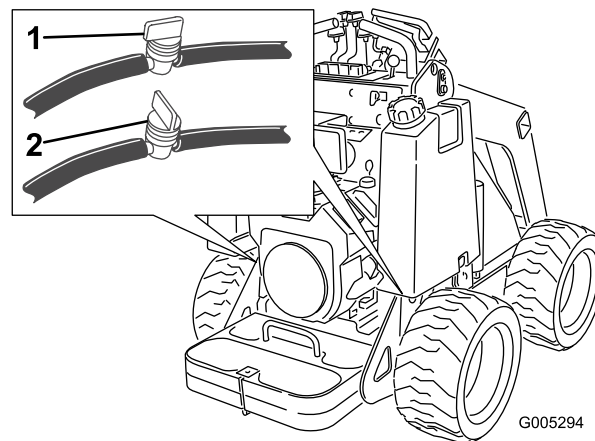

Figure 28
2. Fermez le robinet d'arrivée de carburant au bas de chaque réservoir de carburant (Figure 28).
3. Fermez le robinet d'arrivée de carburant dans le flexible situé au bas des réservoirs de carburant (Figure 28).
- Ouvrez les robinets d'arrivée de carburant dans les flexibles situés au bas des réservoirs de carburant, comme illustré à la Figure 28.